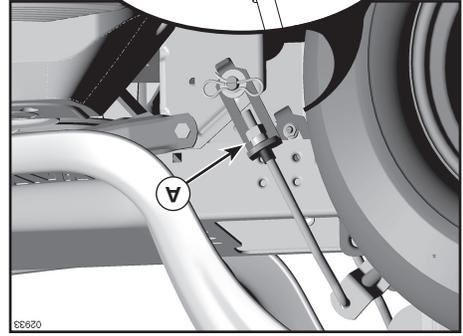

FIG. 29
- **AJUSTEMENT LATÉRAL VISUEL (Voir la Fig. 29)**